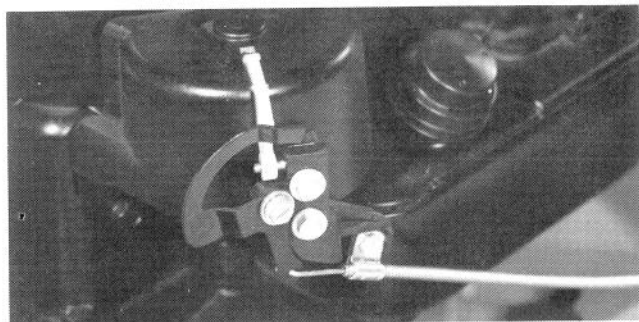

Figure 34
Le mécanisme de débrayage du démarreur à rappel (Fig. 34) sur le côté gauche du moteur, couplé à la commande de traction, débraye le démarreur à rappel pour empêcher la mise en marche du moteur quand la commande de traction est en position EMBRAYÉE. A moins que le câble de commande ne casse ou qu'on le remplace, il est peu probable que vous ayez à refaire le réglage.
3. Desserrez la vis du serre-câble jusqu'à ce que le câble puisse glisser librement (Fig. 34).
4. Tirez le cordon de démarrage lentement jusqu'à ce que le bras de débrayage se déplace vers l'extérieur, et retenez le démarreur à rappel dans cette position pour garder le bras écarté (Fig. 34).
5. Déplacez le levier de came jusqu'à ce que le bras de débrayage vienne en contact avec le "V" sur le côté intérieur du levier de came (Fig. 34). Maintenez le levier de came et le bras de débrayage dans cette position et laissez revenir le cordon du démarreur; serrez ensuite la vis du serre-câble (Fig. 32).